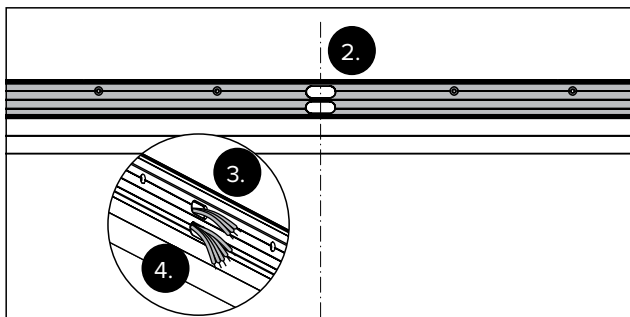

Рис. 9 Positionирование крепежного кронштейна
2. Расположите крепежный кронштейн на центральной линии (рис. 9).
3. Кабель питания 230 В должен проходить через верхнее отверстие крепежного кронштейна (рис. 9).
4. Протяните кабели для внешних устройств через нижнее отверстие крепежного кронштейна (рис. 9).